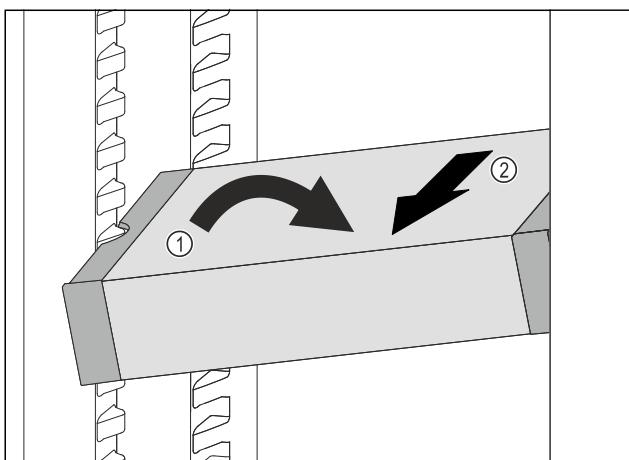

Fig. 98
- VarioSafe im Kühlteil schräg stellen. *Fig. 98 (1)*
- VarioSafe nach vorne entnehmen. *Fig. 98 (2)*